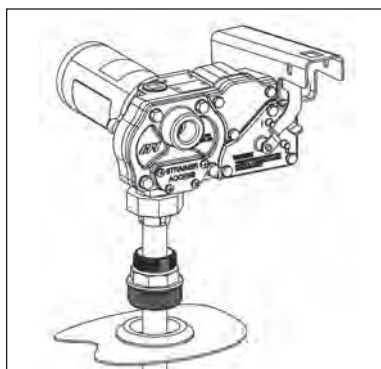

Figura 1
- Insira a bomba e o tubo de sucção na abertura do tanque. (Figura 1)